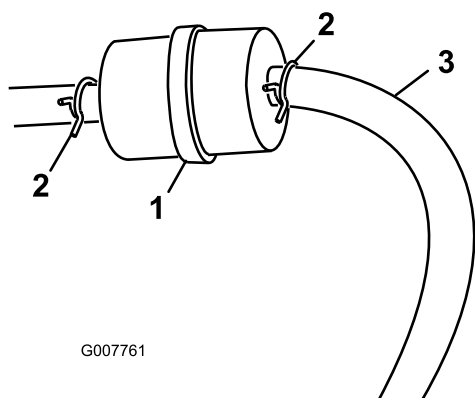

Figure 23
3. Pincez les extrémités des colliers et éloignez les colliers du filtre (Figure 23).
5. Posez un filtre neuf et rapprochez les colliers de fixation du filtre (Figure 23).
3. Desserrez le collier de serrage au niveau du filtre à carburant et éloignez-le du filtre en le poussant le long de la conduite de carburant (Figure 23).
4. Débranchez les conduites de carburant du filtre à carburant (Figure 23).
**Remarque:** Faites couler le carburant dans un bidon ou un bac de vidange (Figure 23).
5. Raccordez la conduite d'alimentation au filtre. Rapprochez le collier de serrage du filtre pour fixer la conduite de carburant (Figure 23).